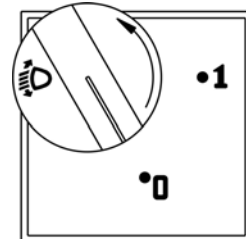

Рис. 5.6. Ручка блока управления корректором фар
- 9 – **ручка управления электрокорректором фар** в зависимости от загрузки автомобиля (рис.5.6.).